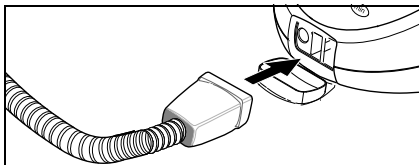

Fig. 5
- Sæt dampstikket (C7) fast i damprensestik (A1). Dampstikket skal gå i hak på låget til stikdåsen (se fig.5).